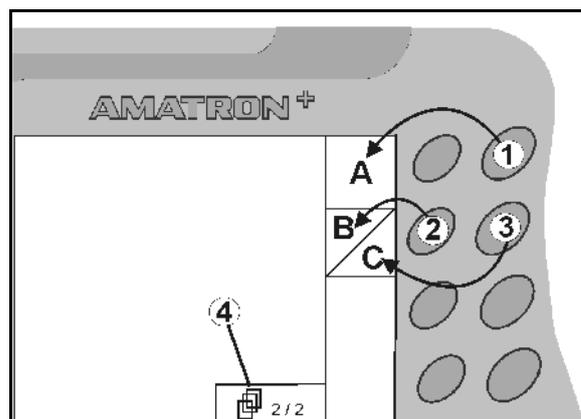

Fig. 8
- Si aparecen campos cuadrados en la pantalla, sólo está asignada la tecla derecha (Fig. 8/1) al campo de funcionamiento (Fig. 8/A).
- la tecla izquierda (Fig. 8/2) está asignada al campo de funcionamiento de arriba a la izquierda (Fig. 8/B).
- la tecla derecha (Fig. 8/3) está asignada al campo de funcionamiento de abajo a la derecha (Fig. 8/C).
<ul style="list-style-type: none"> • Navegar en otras páginas del menú (sólo es posible cuando el símbolo (Fig. 8/4) aparece en la pantalla)